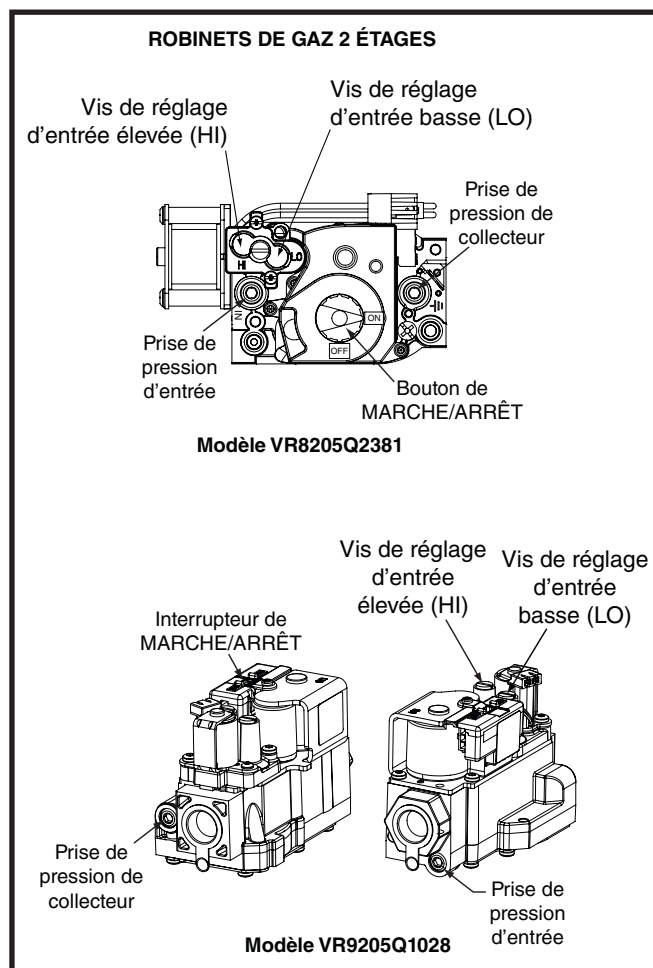

Figure 25. Vis de réglage d'entrée HI et LO (élevé et faible)
- c. Au moyen d'une clé hexagonale, tourner la vis de réglage d'entrée « LO » (faible) du côté « LO » du régulateur pour ajuster le réglage de débit réduit ou tourner la vis de réglage d'entrée « HI » (élevé) du côté « HI » du régulateur pour définir le réglage de plein débit. Consulter la Figure 25 \(page 27\). **REMARQUE :** Tourner la vis de réglage dans le sens horaire augmente la pression et dans le sens antihoraire réduit la pression.